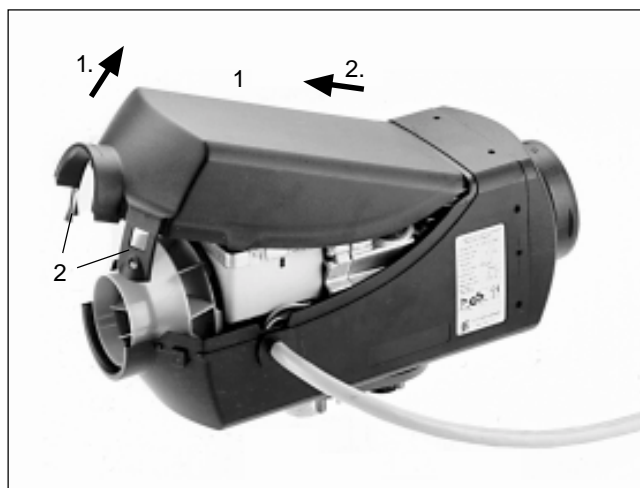

Рисунок 1
Демонтаж крышки отопителя (см. рис. 1)
- Снять крышку отопителя (см. рис. 1).